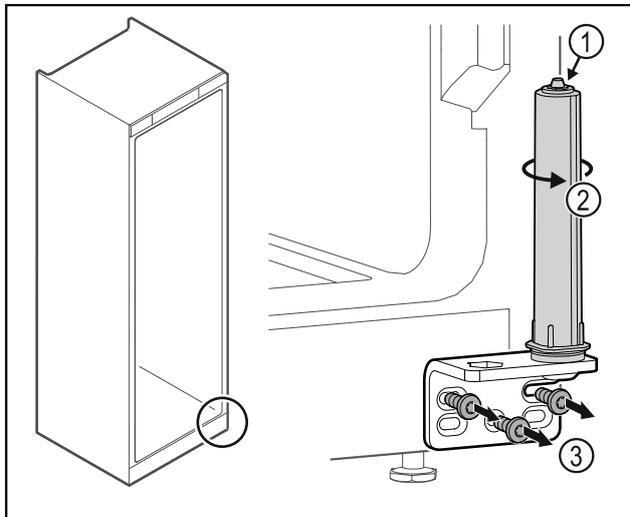

Fig. 46
- ▶ No desensamblar el sistema de cierre de la puerta Fig. 46 (1).
- ▶ Girar el sistema de cierre Fig. 46 (2) hasta que haga clic.
- ▶ Desatornillar la escuadra de bisagra Fig. 46 (3).